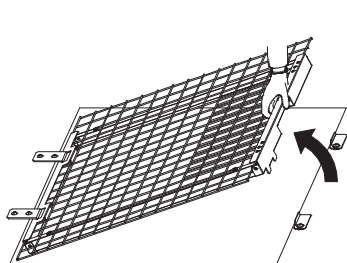

Figura 5
- (2) Levante lentamente a rede de proteção, rodando à volta dos ganchos de fixação. (Ver **Figura 5**).